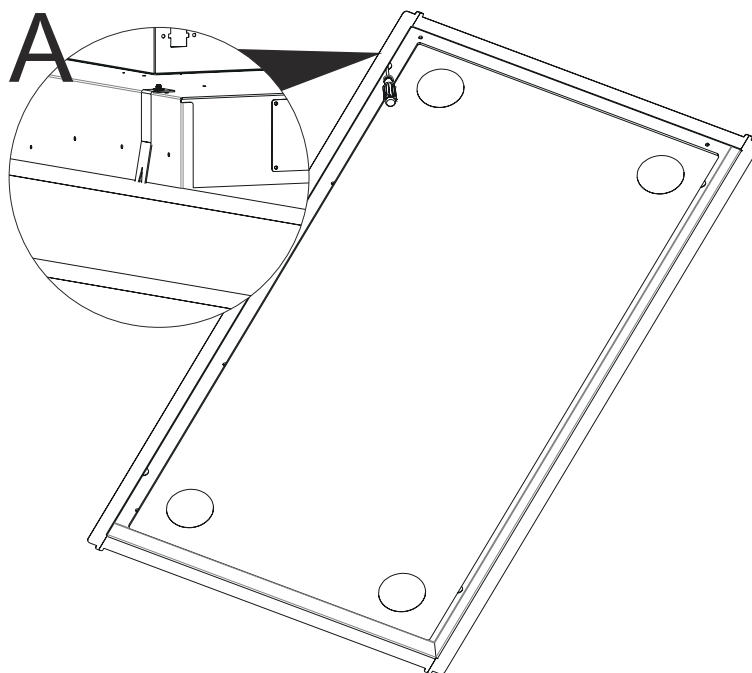

Fig. 14
8. ➤ Fäst de 4 skruvarna till beslagen som ska spänna fast fläkten ordentligt mot ytan (Fig. 14).
Se till att fläkten sitter tätt och i nivå med taket (Fig. 14/A).